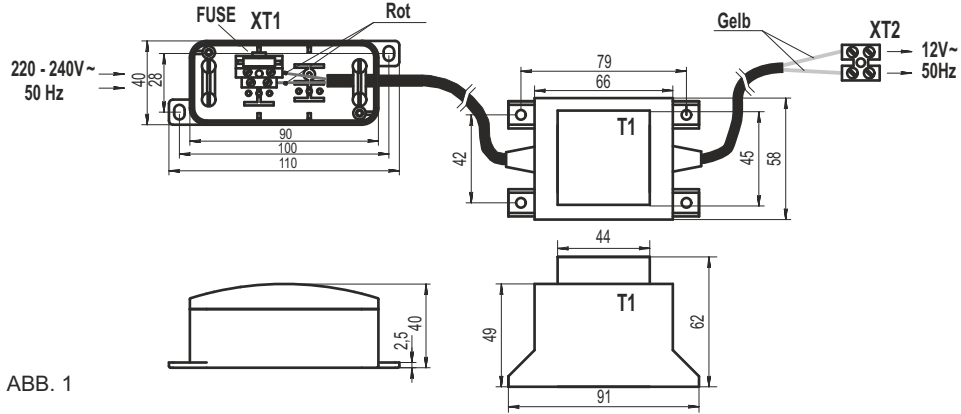

ABB. 1
Außenansicht mit den Außen- und Anschlussabmessungen (in Millimetern angegeben) ist in Abb. 1 dargestellt.
- Nehmen Sie den Schutzklemmkasten aus der Klemmleiste XT1 (siehe Abb. 1) und ersetzen Sie die Sicherung durch die Ersatzsicherung.